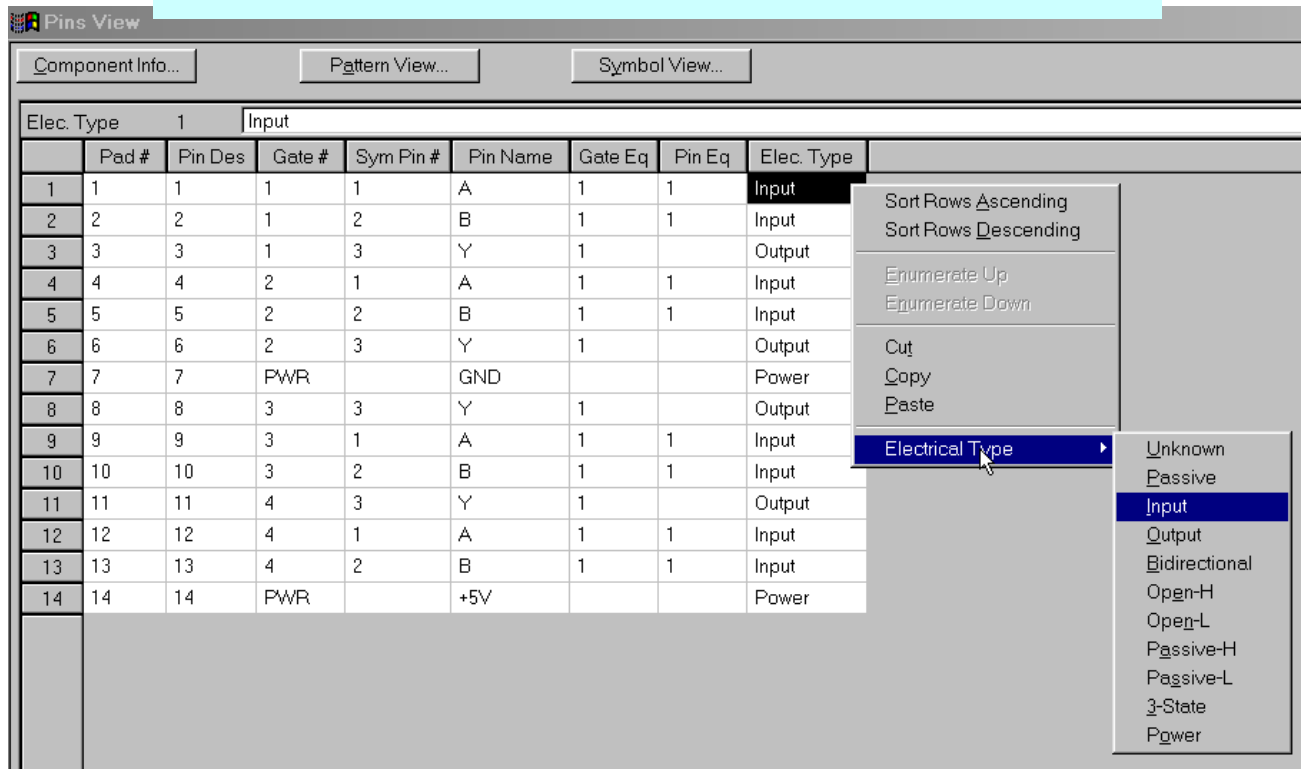

Рис. 8-28. Таблица с информацией о выводах компонента
10) Нажмите кнопку **Pins View** для ввода информации о цоколевке корпуса и свойствах секций и выводов. Заполните появившуюся таблицу, как показано на рис. 8-28.
- ♦ в столбце **GATE #** электронной таблицы с информацией о выводах (см. рис. 8-28) для такого вывода должна быть запись **PWR**;